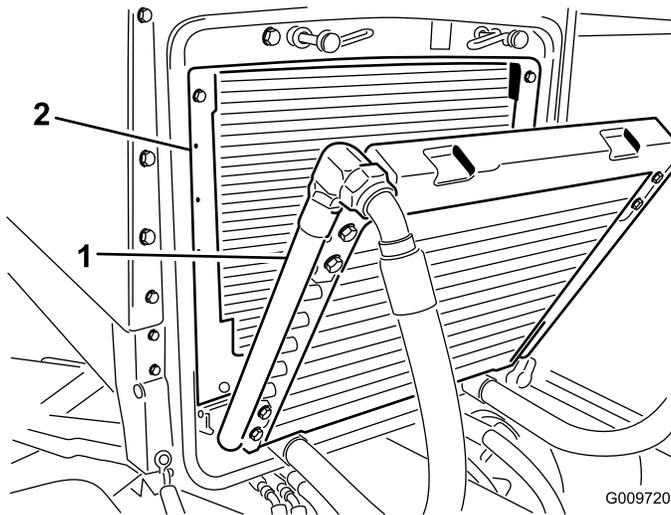

Bild 76
3. Kippen Sie den Ölkühler nach hinten. Reinigen Sie beide Seiten des Ölkühler- und des Wasserkühlerbereichs (Bild 76) gründlich mit Druckluft. Blasen Sie Rückstände von vorne nach hinten heraus. Reinigen Sie dann von hinten und blasen Sie nach vorne. Wiederholen Sie dies mehrmals, bis alle Rückstände entfernt sind.